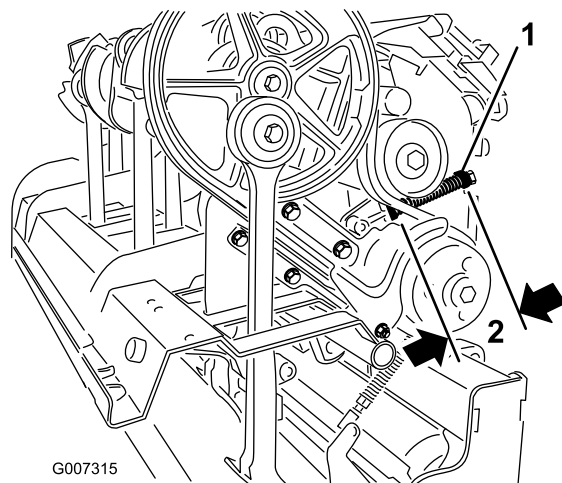

Figura 30
C. Desaperte a porca de bloqueio que prende o protector da mola (Figura 30).
D. Ajuste o protetor da mola até obter o comprimento da mola em compressão desejado (Figura 30).